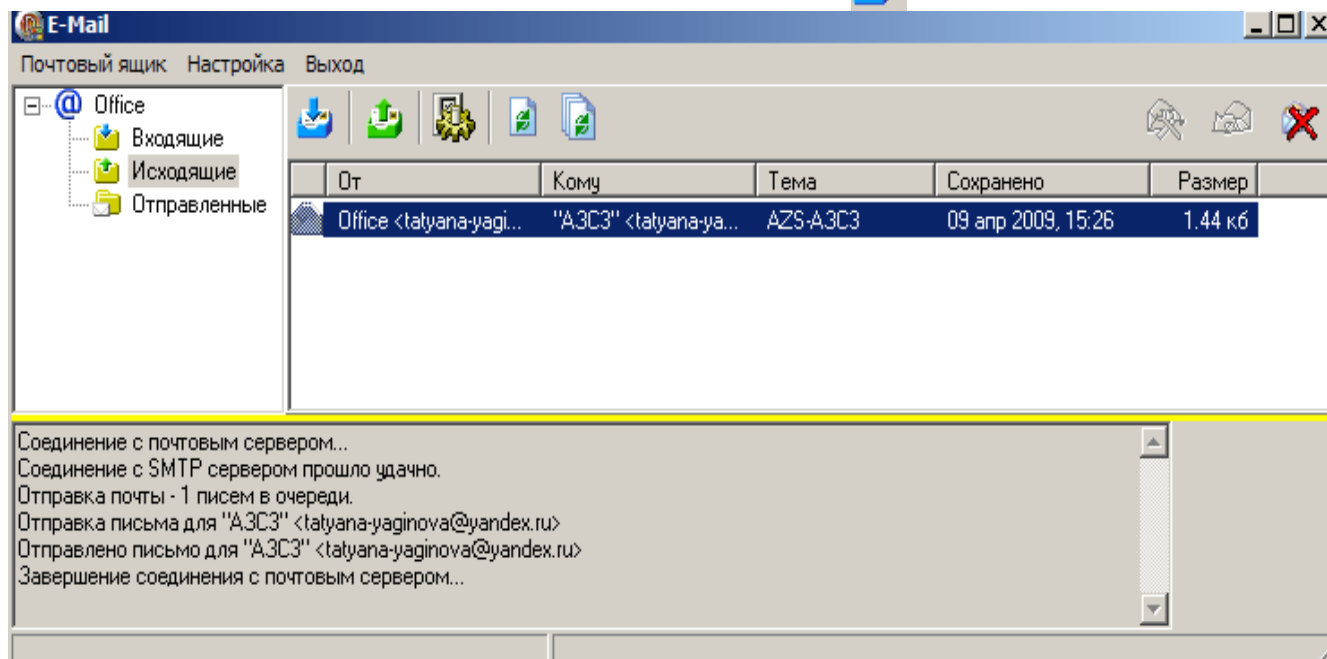

Рис. 35
8. Чтобы в офисе получить ответ с АЗС, щелкните кнопку «Получить почту» (рис.35).
Для просмотра всех полученных писем с АЗС и отправленных писем-запросов на АЗС в программе «ПТК АЗС Офис» в меню «Связь» установите настройку «Электронная почта» (рис.35). В открывшемся окне можно посмотреть список всех отправленных файлов, открыв закладку «Входящие».